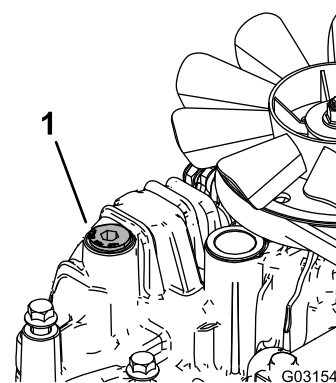

Figura 79
11. Allentate il tappo di sfiato su ciascuna trasmissione in modo che sia lento e mobile (Figura 79).